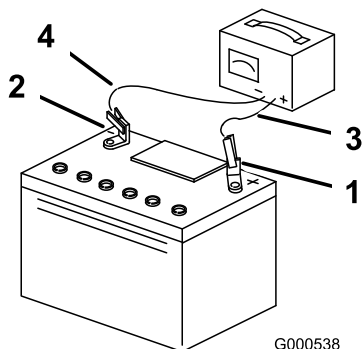

図 88
- 充電が終わったら、チャージャのプラグをコンセントから抜いてから、チャージャのリード線をバッテリー端子から外す 図 88。